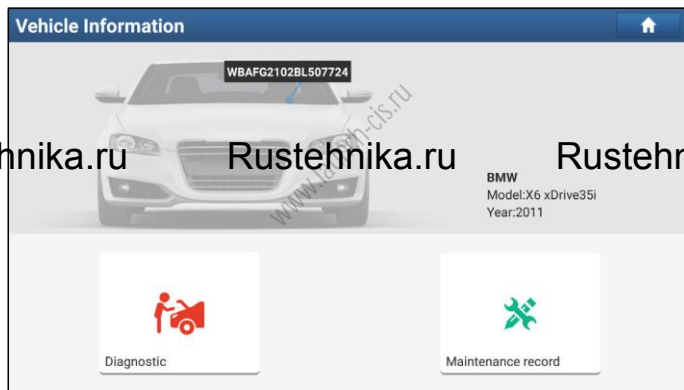

Рис. 5-10
1. Если VIN-номер обнаружен в базе данных удаленного сервера, отображается следующее окно, см. рис. 5-10: